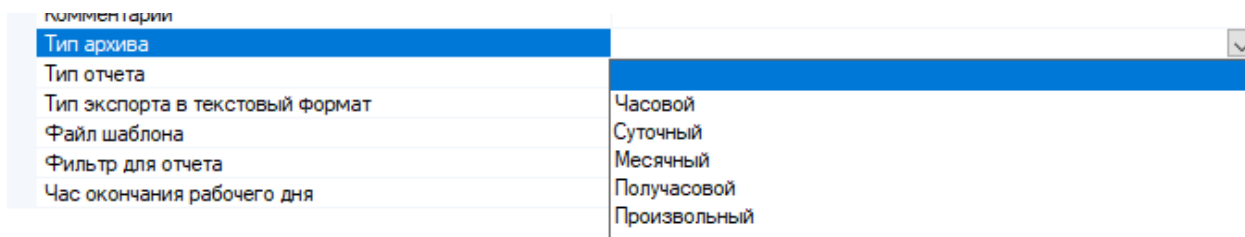

Рисунок 118. Выбор типа архивов
- **Тип архива**– выбирается из списка. Указывается в том случае, если требуется создать отчет на основе определенных типов архивов (рисунок 118).